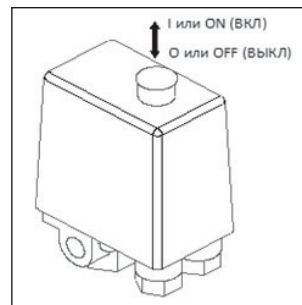

Рис. 6
- Включите компрессор выключателем на реле давления. Для этого необходимо переключить выключатель в положение «I» или «ON» (в зависимости от исполнения) (Рис. 6).
- Проверьте, чтобы выключатель на реле давления находился в выключенном положении «O» / «OFF» (в зависимости от исполнения) (Рис. 6).
- Выключите компрессор выключателем на реле давления. Для этого необходимо переключить выключатель в положение «0» или «OFF» (в зависимости от исполнения) (Рис. 6). После этого остановится электродвигатель и произойдет сброс давления из нагнетательного воздухопровода и поршневого блока.